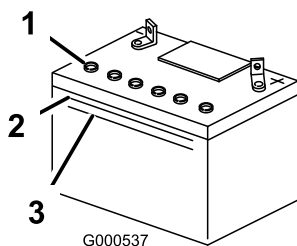

Figure 43
1. Observez le côté de la batterie. Le niveau de l'électrolyte doit atteindre le trait **supérieur** (Figure 43). Le niveau d'électrolyte ne doit pas descendre au-dessous du trait inférieur (Figure 43).
3. Enlevez les bouchons d'aération de la batterie (Figure 43).
4. Versez de l'eau distillée avec précaution dans chaque élément jusqu'au repère supérieur (Figure 43) sur le côté de la batterie.
5. Attendez cinq à dix minutes après avoir rempli les éléments. Au besoin, ajoutez de l'eau distillée pour amener le niveau jusqu'au repère supérieur sur le côté de la batterie (Figure 43).